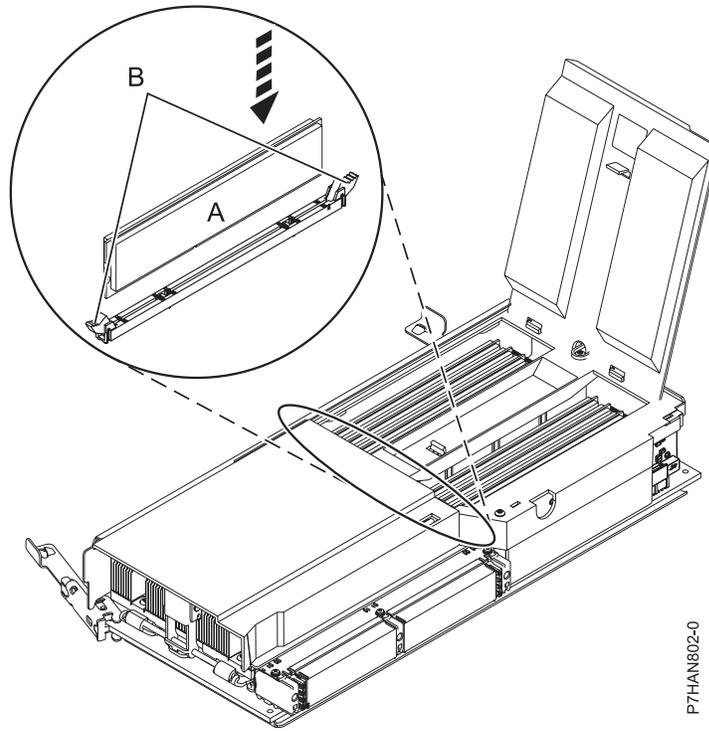

Figura 6. Sustitución de un módulo de memoria
7. Inserte el módulo de memoria firmemente en el conector **(A)**, tal como se muestra en la Figura 6 en la página 10.
8. Sujete el módulo de memoria mediante las pestañas de bloqueo **(B)**, situadas a cada lado del conector del módulo de memoria, tal como se muestra en la Figura 6 en la página 10.